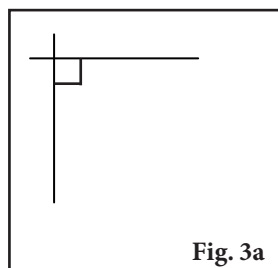
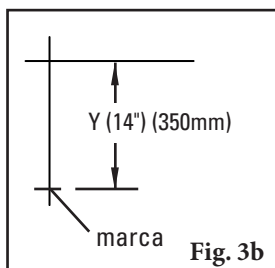
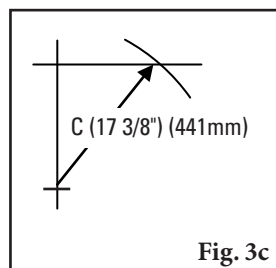
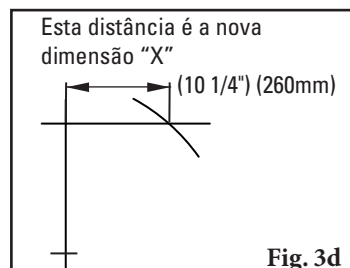

Fig. 3a
Fig. 3b
Fig. 3c
Fig. 3d
3. **Determine a dimensão final.** Em uma superfície vertical plana, usando um nível, desenhe uma linha horizontal, criando um triângulo retângulo (Fig 3a). Meça para baixo, a partir da intersecção, a dimensão “Y” determinada e marque (Fig 3b). Com a trena começando na marca “Y” modificada, mova a fita através da linha “X” e marque na dimensão “C” onde cruza a linha “X” (Fig 3c). Meça a partir da intersecção até a intersecção “C” e esta será sua nova dimensão “X” (Fig. 3d).